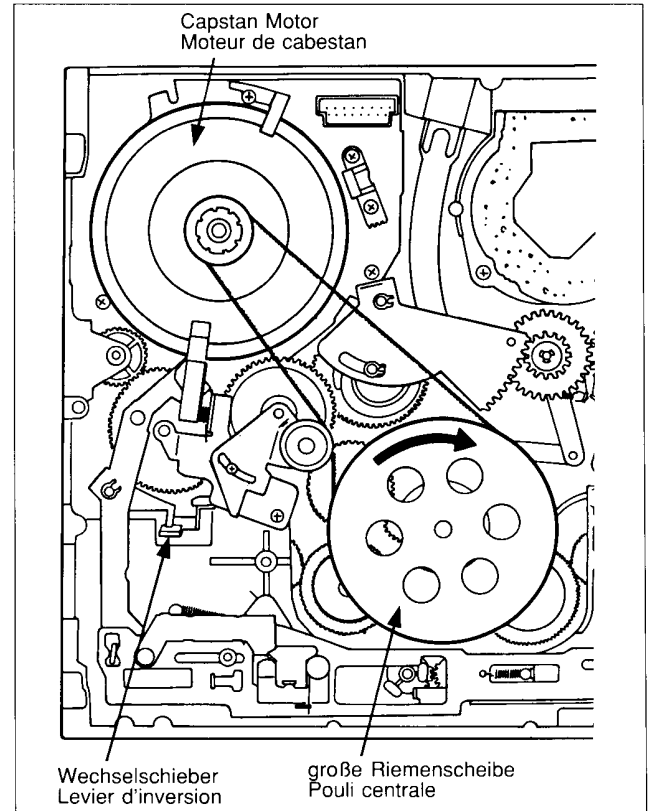

Fig. 31
3. Die große Riemenscheibe im Uhrzeigersinn drehen, während der Wechselschieber gedrückt wird, bis der Einfädelungsvorgang, Fig. 31, vollständig ausgeführt ist.
3. Tourner la poulie centrale dans le sens des aiguilles d'une montre tout en poussant le levier d'inversion jusqu'à ce que le chargement complet soit effectué. Fig. 31